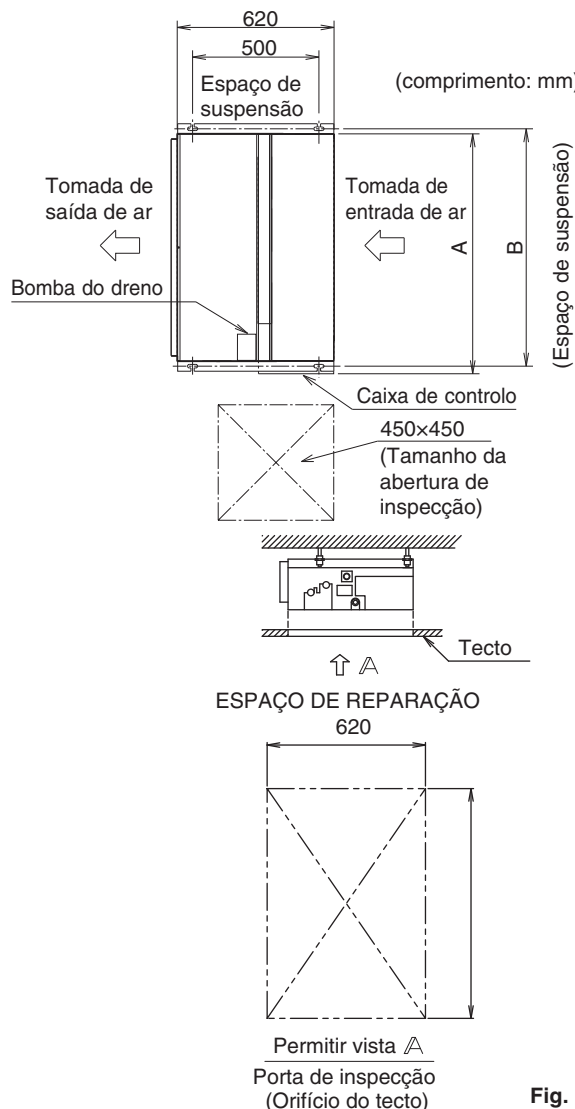

Fig. 2
### (1) Confirme a relação posicional entre a unidade e os parafusos de suspensão. (Consulte a Fig. 2)